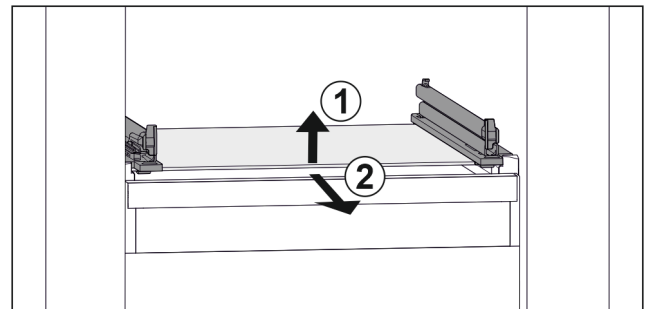

Fig. 118 Примерно изображение на стъклената плоча
- ▶ Повдигнете стъклената плоча отпред Fig. 118 (1)
- ▶ Извадете стъклената плоча напред Fig. 118 (2)